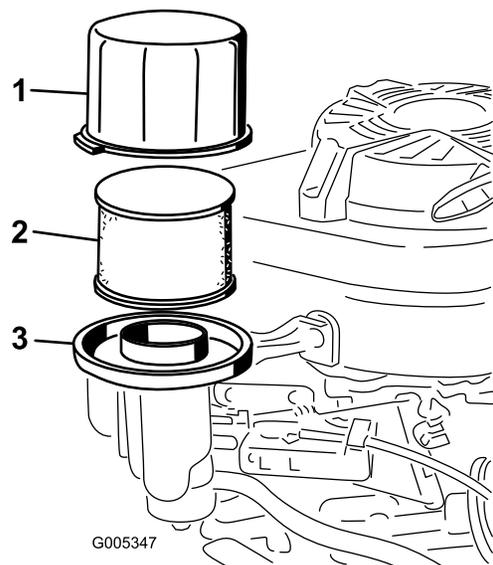

Figure 24
3. Déposez le couvercle et nettoyez-le soigneusement (Figure 24).
4. Sortez le préfiltre en mousse et l'élément filtrant en papier de la base du filtre à air (Figure 24).